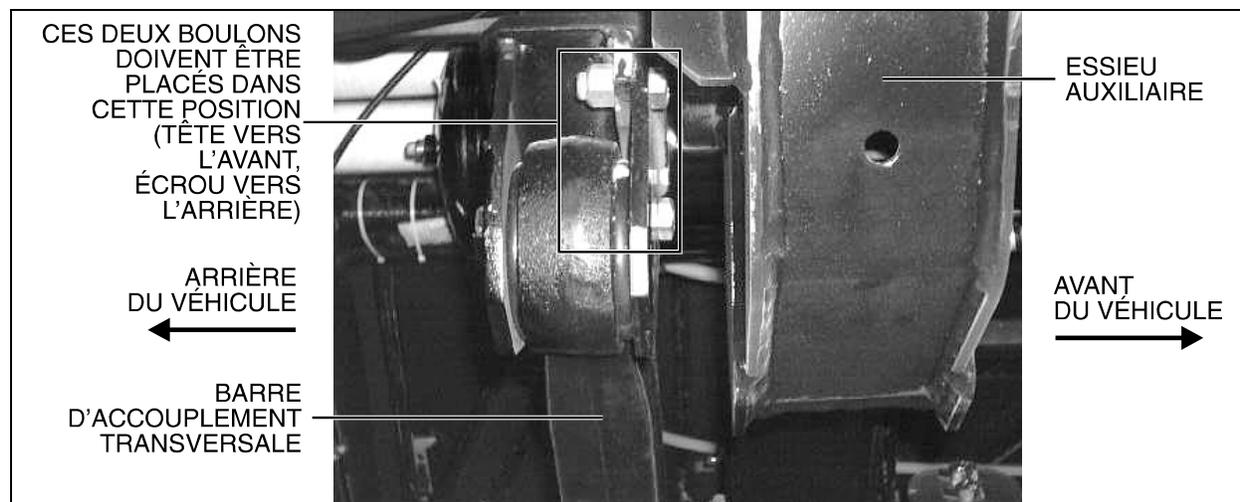

FIGURE 1: VUE DU CÔTÉ DROIT SOUS L'ESSIEU AUXILIAIRE
2. Durant l'installation de l'essieu auxiliaire, lors de la pose de la barre d'accouplement transversale, s'assurer que les boulons retenant celle-ci à la structure soient installés tels qu'à la figure 1.
Attention: Si les boulons n'étaient pas auparavant dans cette position (Fig. 1) et s'ils n'ont pas été enlevés pour la dépose et la pose de l'essieu auxiliaire, ils doivent être enlevés et posés tel qu'à la figure 1.